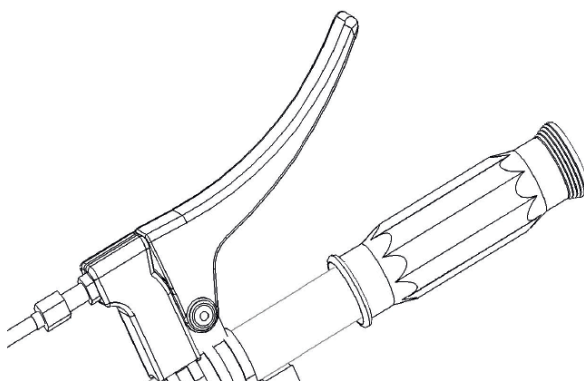

рис. 1
4. Перед запуском двигателя убедитесь, что рукоятка включения/отключения сцепления клиноременной передачи находится в исходном положении (рис. 1).
10. После завершения работы выводите из зацепления рычаг включения/отключения сцепления клиноременной передачи (исходное положение рукоятки на рис. 1).
1. Перед запуском двигателя рукоятка сцепления щетки должна находиться в исходном положении (рис. 1).